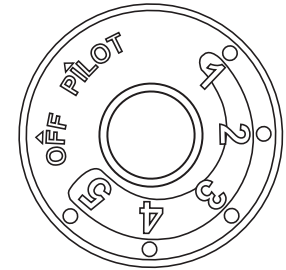
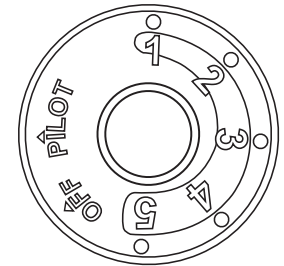

Fig. 22b
Fig. 23b
3. Gire la perilla de control ↷ hacia la derecha a la posición "OFF" (Ver Fig. 22b)
4. Espere cinco (5) minutos para que se vacíe todo el gas. Luego huelo en busca de gas, incluyendo cerca del piso. Si huele gas, ¡ALTO! Siga "B" en la información de seguridad anterior. Si no huele a gas, vaya al siguiente paso.
5. Gire la perilla de control ↶ hacia la izquierda a la posición "PILOT" (Ver Fig. 23b) Oprima la perilla de control.